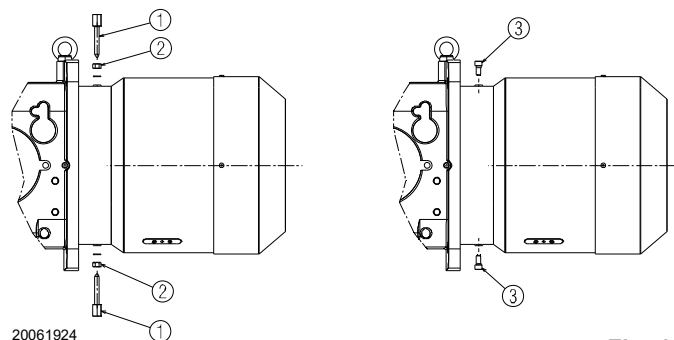

Fig. 10
- Antes de montar el quemador en la caldera, retirar los tornillos y las tuercas 1)-2)(Fig. 10). Sustituirlos por los tornillos 3) M12x25 suministrados.